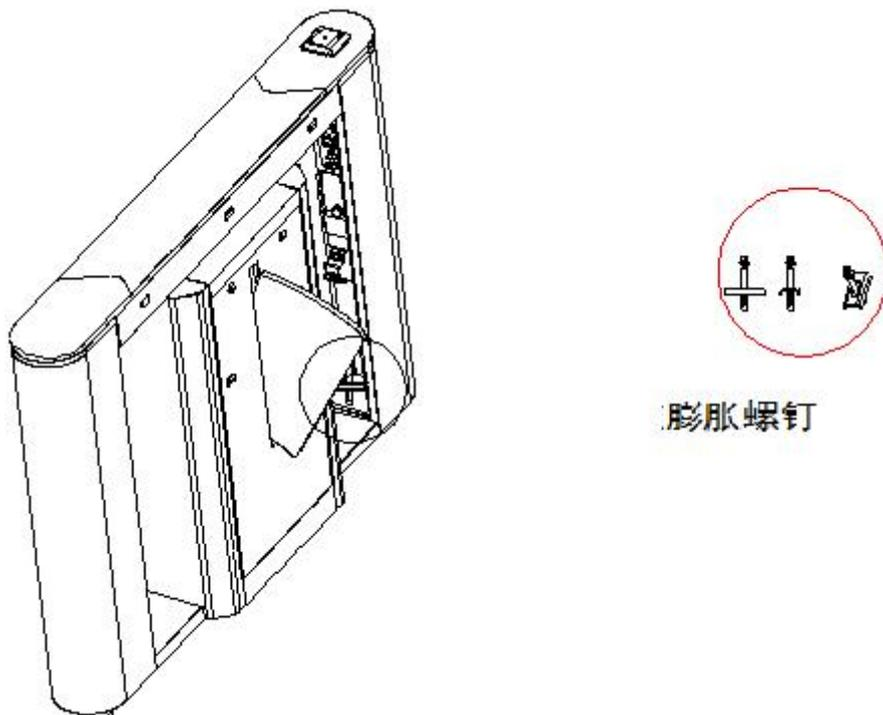

图 3-3
- ⑤ 在膨胀螺钉外壁及螺牙处涂抹螺丝固定胶，植入膨胀螺钉，然后根据记号放置主机和从机，使用水平尺测定水平，如安装底板不平，请使用垫片调节平整。
**注意：**必须完整地植入 8 颗膨胀螺钉，如图 3-3 所示。